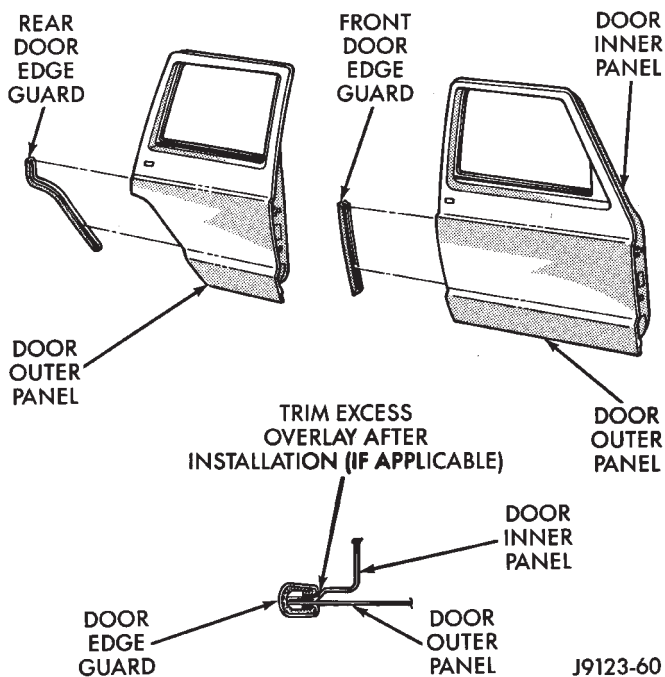

Fig. 67 Door Edge Guards
(6) Install the door edge guard (Fig. 67).